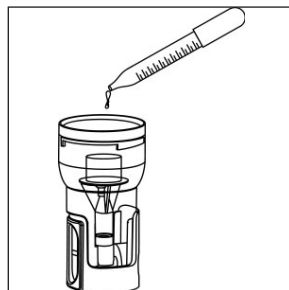
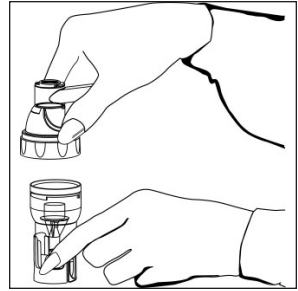

Figure 3
Figure 4
7. Assembler les pièces nettoyées du nébuliseur en mettant le déflecteur dans la chambre de médication. Ajouter les médicaments prescrits à la chambre de médication (**Figure 3**). Visser le couvercle du nébuliseur, tout en maintenant la chambre fixe (**Figure 4**).